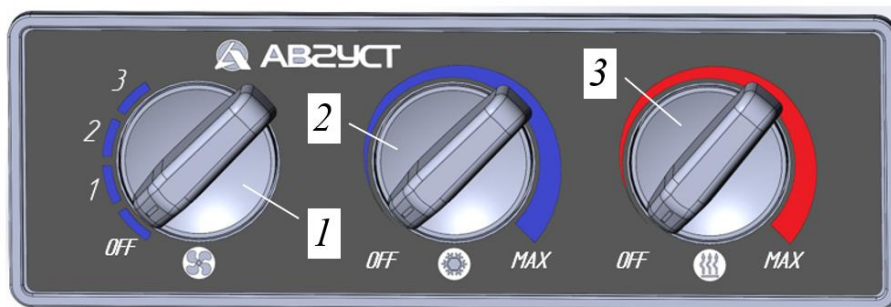

Рисунок 3.26. Органы управления климатической системой
Включить вентилятор: рукоятку управления скоростью обдува вентилятора 1 перевести в положение первой ступени, см. рис. 3.26.
Регулировка подачи горячего воздуха осуществляется бесступенчатым регулятором 3, рис. 3.26. Для изменить температуру в кабине необходимо повернув регулятор 3.
- ▶ Установить при помощи поворотного регулятора 2 желаемую температуру воздуха в кабине, см. рис. 3.26.